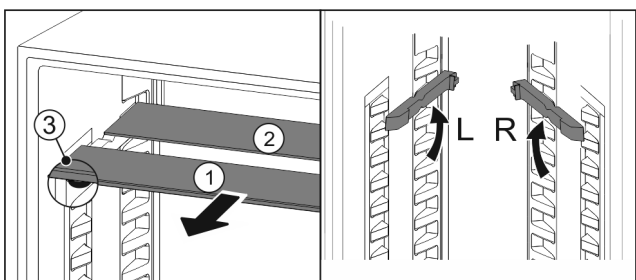

Fig. 28
- ▶ Extrageți Fig. 28 (1) pe rând plăcile de sticlă spre înainte.
▷ Placa de sticlă Fig. 28 (1) cu șipca decorativă se află în față.
▷ Opritoarele Fig. 28 (3) indică în jos.